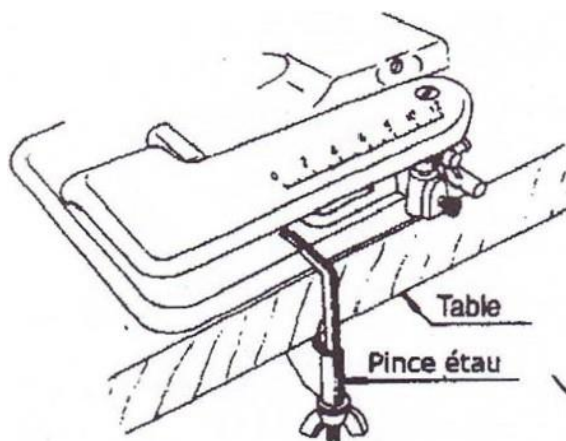

Fig.1
A. Mise en place (Fig.1 et 2)
Placer la machine sur une table, de préférence sur le coin avant droit. Fixer la machine au plus près du bord de la table au moyen de l'entrier fourni avec les accessoires. L'étrier se glisse dans la rainure de la plaque de base soit sur le devant soit sur le côté droit. Le choix de la rainure est fonction de votre préférence sur le placement de la machine. Vérifier que la machine est bien fixée et ne risque pas de chuter. Voir figure 1 et 2 ci-dessous.